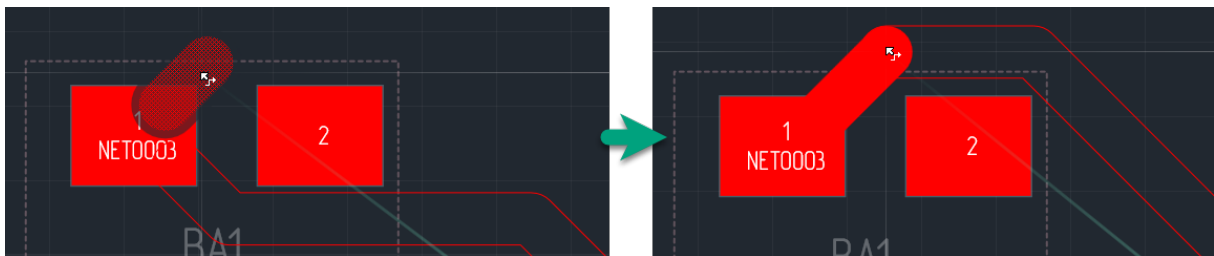

Рис. 173 Точное позиционирование подключения к контактной площадке
4. Переместить курсор в ту точку, где необходимо установить подключение к площадке, при этом на экране будет отображаться возможный вид подключения, см. Рис. 173. Курсор должен быть рядом с площадкой.